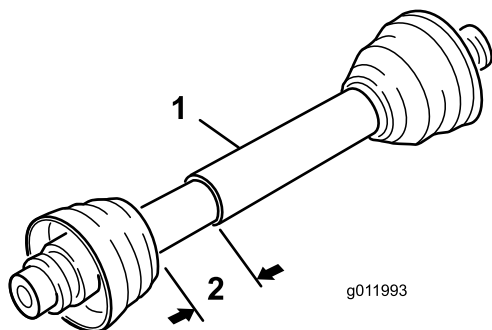

Figura 5
4. No comprimento mais curto do veio, as duas metades do veio da tomada de força têm de ter, pelo menos, 37 mm de espaço adicional para desabar (Figura 5).